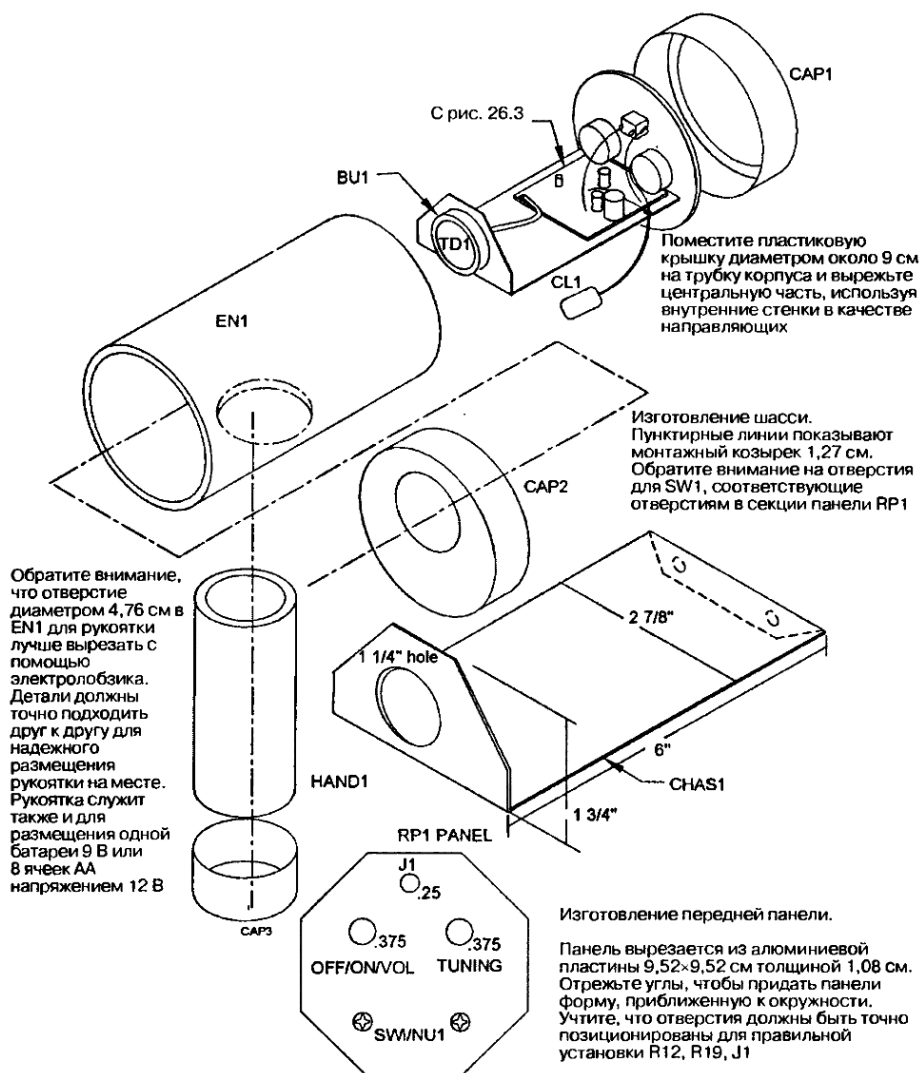

Рис. 26.4. Общий вид секций конструкций устройства для сбора, с указанными размерами для изготовления
4. Изготовьте шасси CHAS1, переднюю панель RP1, корпус EN1 и рукоятку HAND1, как показано на рис. 26.4.
Прибор без параболического отражателя с преобразователем, установленным, как показано на рис. 26.4